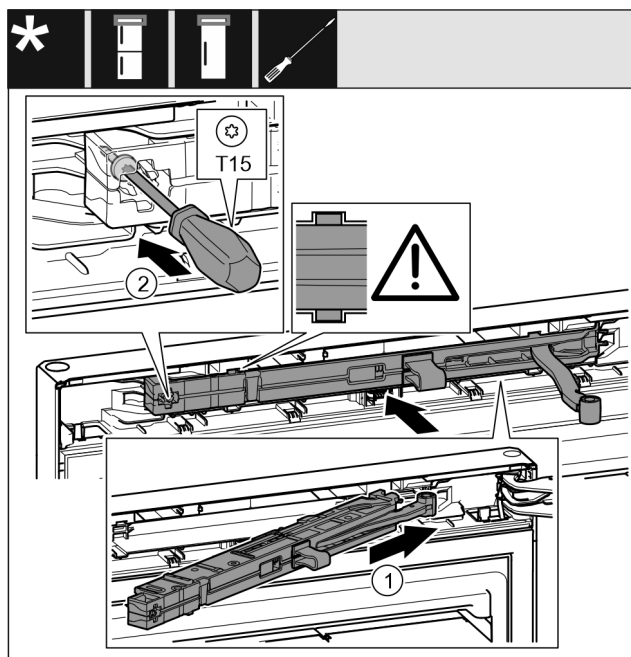

Fig. 65
- Jednotku tlumiče zavírání Fig. 65 (1) na straně stojanu ložiska zasuňte až na doraz šikmo do vybrání.
- Šroubovákem šroub Fig. 65 (2) pevně utáhněte.